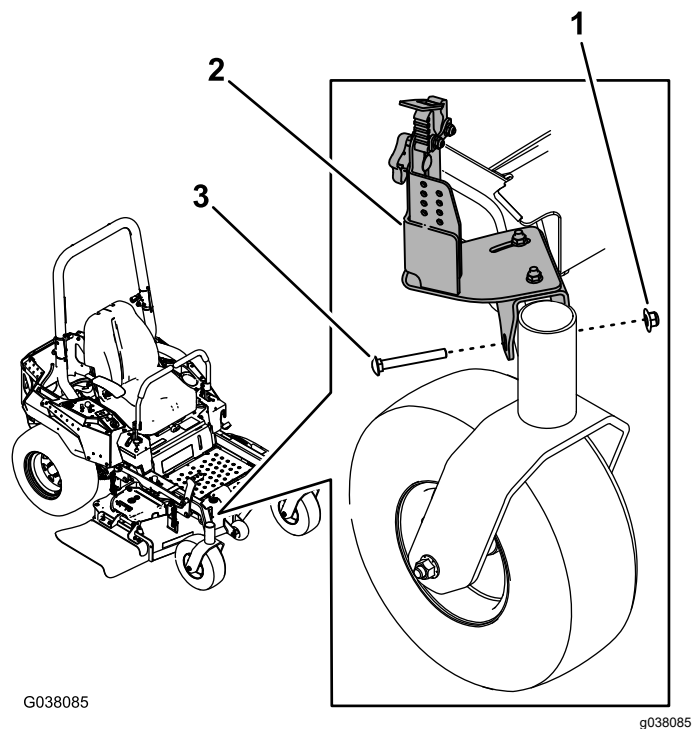

Figura 8
3. Installate il gruppo del supporto anteriore sopra il telaio, accanto alla ruota orientabile destra, utilizzando il dado flangiato largo ($\frac{3}{8}$ ") e il bullone a testa tonda ($\frac{3}{8}$ " x 3") come mostrato nella **Figura 8**.